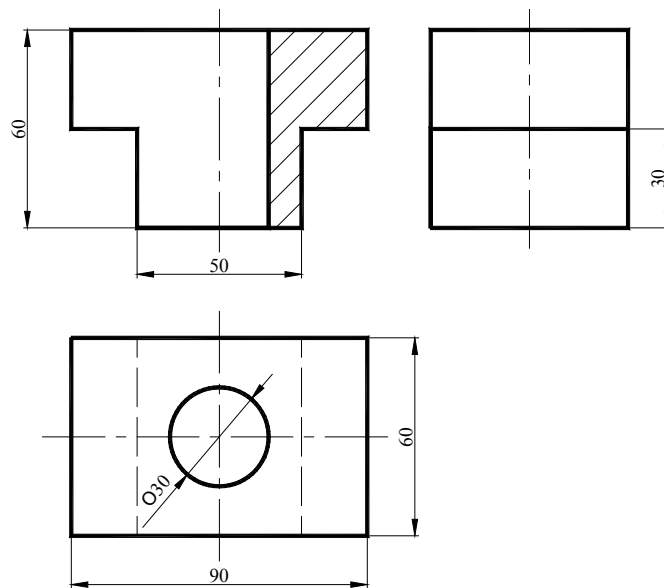

Рис.4.3
7. Нанести розміри на види відповідно до креслення нарис. 4.3.